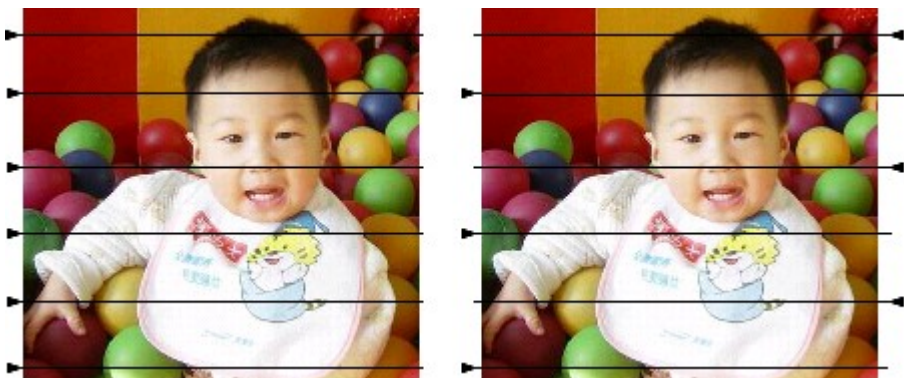

图 4-66 左图为单向扫描,右图为双向扫描
**双向扫描:** 指加工时位图的扫描方向是双向来回扫描,如图 4-66 所示。